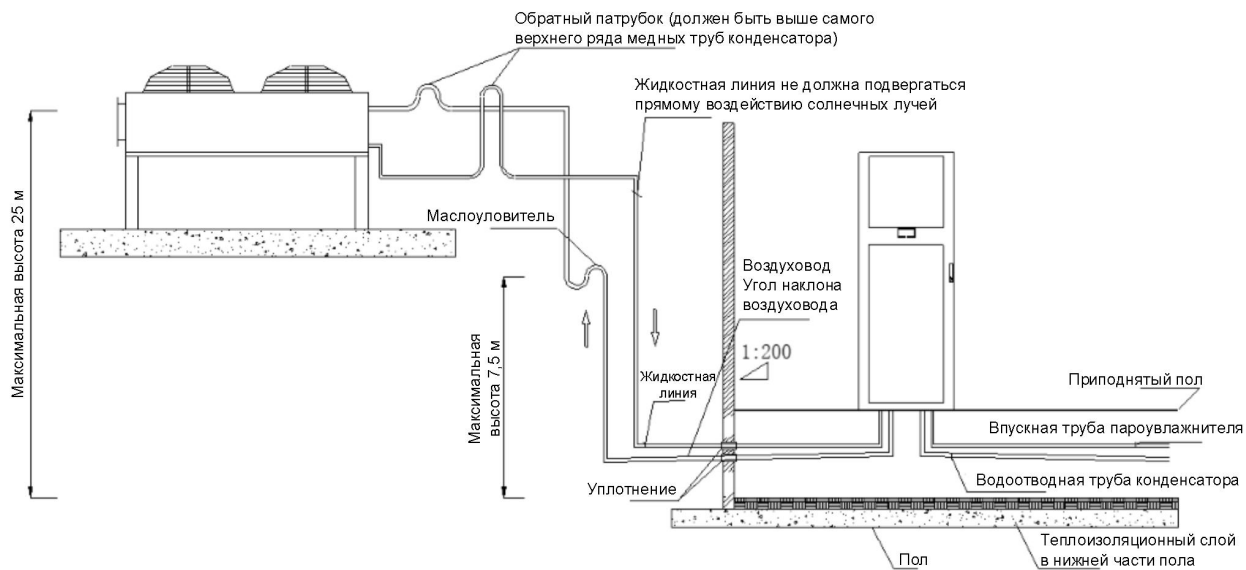

Рис. 2-4 Схема монтажа, при котором конденсатор находится выше компрессора (оборудование с воздушным охлаждением)
Информацию о способе монтажа оборудования с воздушным охлаждением см. на Рис. 2-4 и 2-5.
1. Если конденсатор расположен выше компрессора (см. Рис. 2-4), то необходимо дополнительно установить обратные патрубки на впускной и выпускной трубе конденсатора, чтобы избежать обратного потока жидкого хладагента во время остановки;